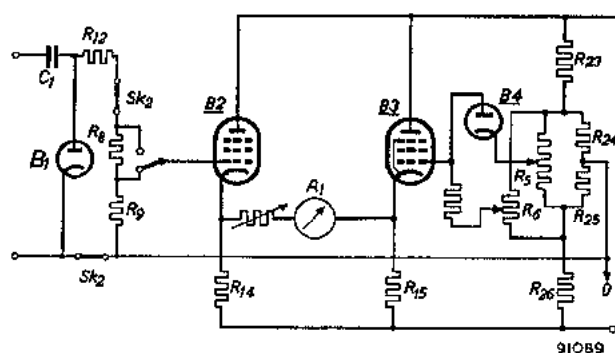

Fig. 3. Meting wisselspanningen
**Wisselspanningen** worden gemeten na gelijkrichting (door  $B_1$  in de wisselspanningsmeetkop). Tevens wordt de diode  $B_4$  in de roosterleiding van  $B_3$  geschakeld. Hiermede wordt de aanloopstroom van diode  $B_1$  gecompenseerd (zie fig. 3); met behulp van  $R_5$  kan de compensatie worden ingesteld.